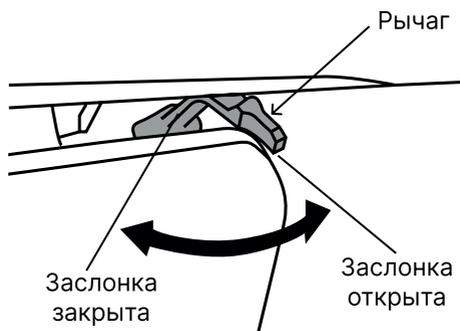

Рисунок 12 Управление воздушной заслонкой
2. Закройте воздушную заслонку карбюратора. Для этого переведите рычаг управления воздушной заслонкой в крайнее левое положение (Рис. 12).